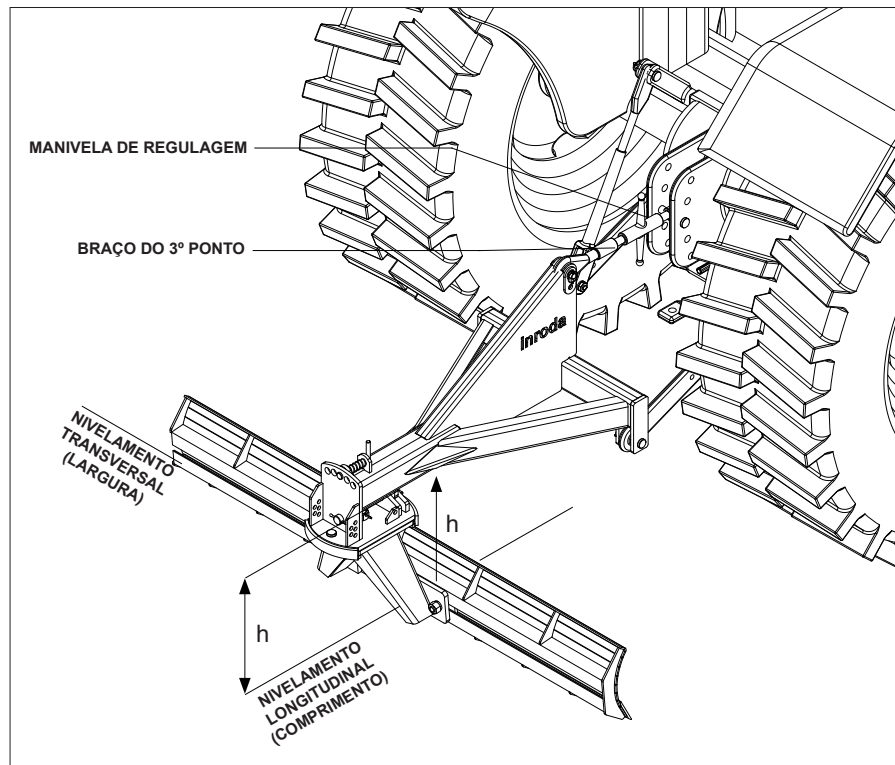

FIGURA 11
- O trator deve estar em local plano; em seguida nivelar a plaina no sentido transversal (largura) através da manivela do braço inferior direito do engate hidráulico. Observar as medidas "h" que devem ser iguais, conforme figura 11.
- Para ajuste do giro horizontal, retire o pino (1) figura 11, e gire o reversor (2) até a regulagem desejada. Recoloque o pino.